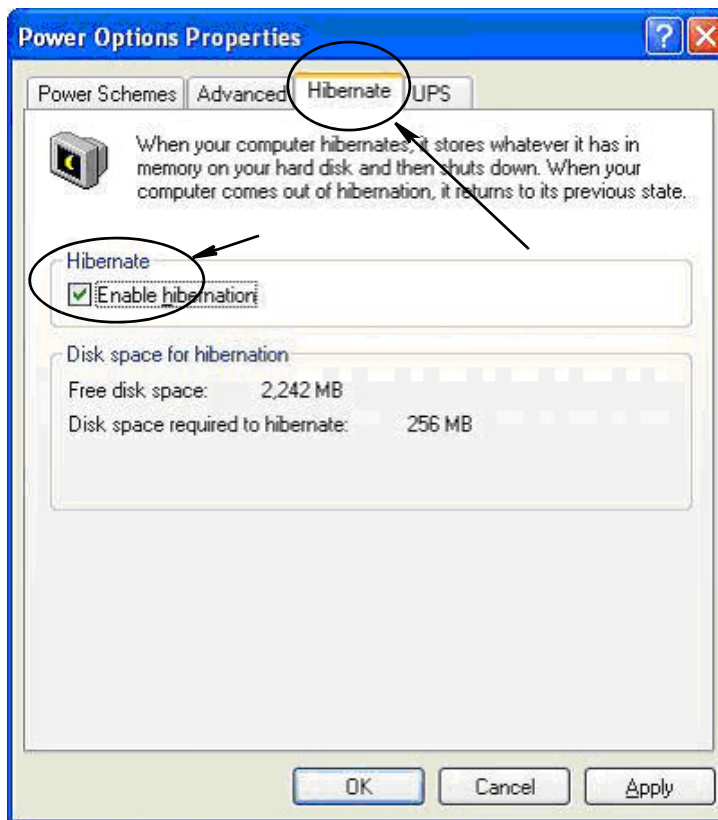

FIG. 31
3. Sélectionnez l'onglet Hibernation. Éteignez hibernation par désactivation (en enlevant la coche) de la case à cocher Activer Hibernation (Enable Hibernation). Cliquez sur Apply, puis sur OK pour fermer toutes les fenêtres (FIG. 31) et sauvegardez les modifications.